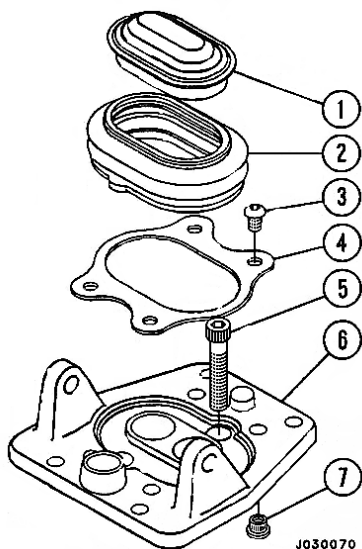

FIGURA 3-3 TAPA DEL ACCIONADOR Y PROTECCION
5. Saque los cuatro pernos allen (3, Figura 3-3) que aseguran la placa de retención de la protección (4).
6. Saque la placa de retención de protección (4), protección (2) y la tapa del accionador (1) como un conjunto, tomando la protección y subiéndola lentamente desde el cuerpo de la válvula.
9. Suelte las tuercas de seguridad del émbolo (2). Suelte el perno de los collares de ajuste (1).
11. Saque los dos pernos (5, Figura 3-3) que sujetan la base del accionador (6) al cuerpo de la válvula.
3. Coloque el carrete de regulación (12) en su camisa (19). Empuje el carrete levemente a través de la camisa. El carrete debe ser capaz de moverse libre y suavemente por toda la camisa. De no ser así, se debe cambiar. Nunca cambie sólo el carrete o la camisa. Deben ser cambiados en conjunto.
5. Inspeccione los insertos roscados (7, Figura 3-3) en la base del accionador. Si cualquiera de los hilos está dañado, debe cambiar los insertos.
1. Si se sacó algún inserto (7, Figura 3-3) de la base del accionador (6), coloque la base del accionador boca abajo en el banco de trabajo, y sujete directamente debajo de cada uno de los cuatro orificios de montaje del piso.
1. Examine la protección (2, Figura 3-3) para ver que no haya grietas, desgarros y otros daños. Si el daño es evidente, se debe cambiar la protección. Para reemplazar la protección, siga el siguiente procedimiento.
2. Saque la protección de la tapa del accionador (1) y bote la protección antigua. Limpie cuidadosamente los costados de la tapa raspando el borde donde la tapa hace contacto con la protección. Use un cuchillo o raspador apropiado. Limpie muy bien para sacar todo el adhesivo o restos de la protección antigua.